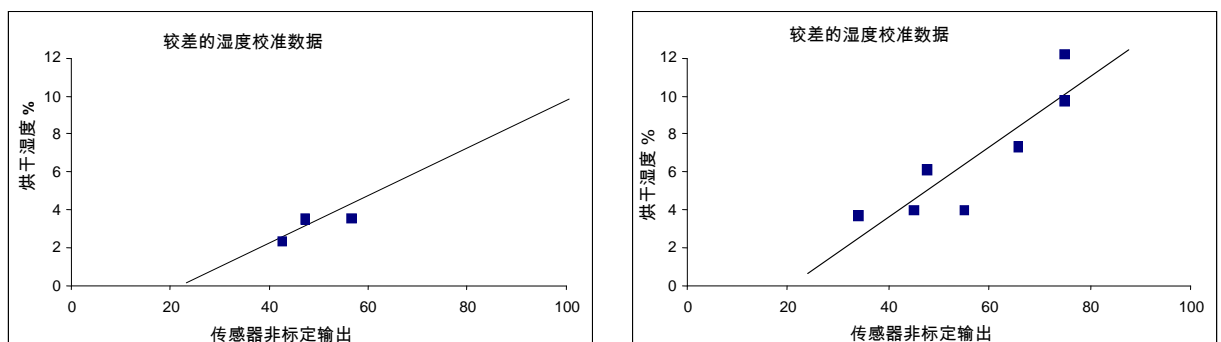

图 19 - 较差的物料校准点的示例
- 获取的样本的含水量基本相同（图 19，左侧）。需要适当的范围。
- 读数太过分散，如校准图表 图 19（右侧）所示。这通常意味着获取样本进行电炉烘干的方法不可靠或不一致，或者传感器放置不当，没有足够的物物流经传感器。